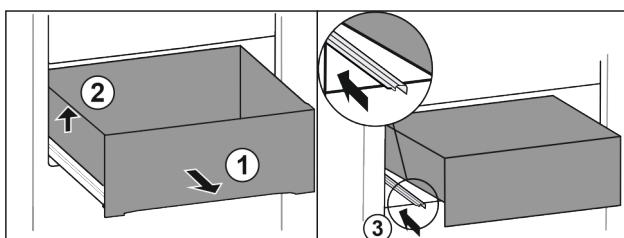

Fig. 77
- ▶ Витягніть висувний ящик до упору. Fig. 77 (1)
- ▶ Підняти висувний ящик ліворуч. Fig. 77 (2)
- ▶ Вставить ліву рейку. Fig. 77 (3)